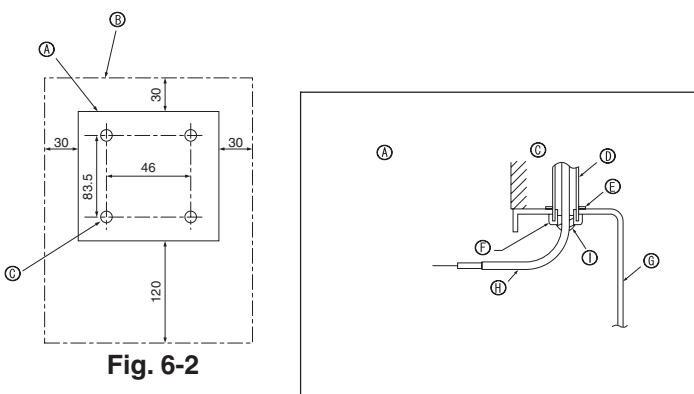

Fig. 6-2
(1) Выберите место установки пульта дистанционного управления. (Fig. 6-2)
##### [Fig.6-2]